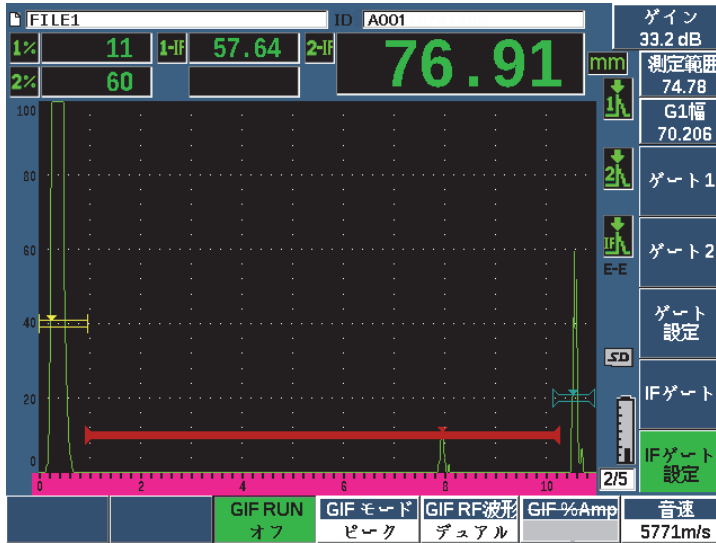

図 11-34 インターフェースゲートの動作モード設定
3. 調整ノブまたは矢印キーで、パラメータをオンに設定します（289 ページの図 11-34 参照）。